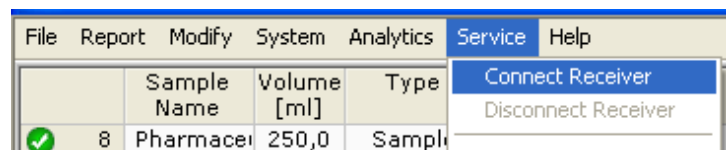

Fig. 4
1. Dopo averlo collegato al PC, selezionare "Connetti al ricevitore" dal menu **Service** (Fig. 4).